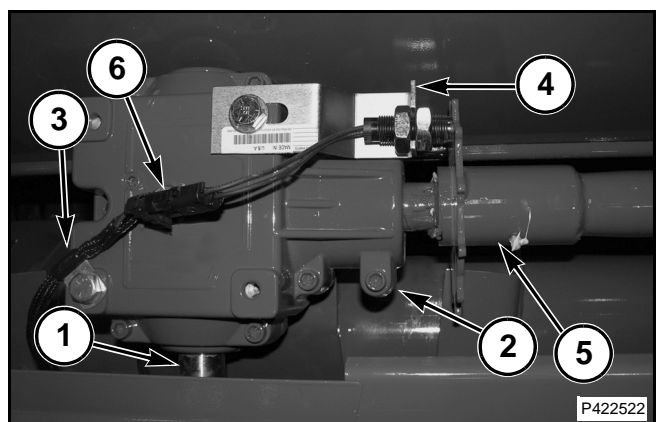

FIG. 85
FIG. 85: Desconecte la línea de impulsión del implemento del eje de la potencia de arranque del tractor. Desconecte y quite la línea de impulsión del implemento del eje de entrada (1) de la enfardadora en la caja de cambios (2).